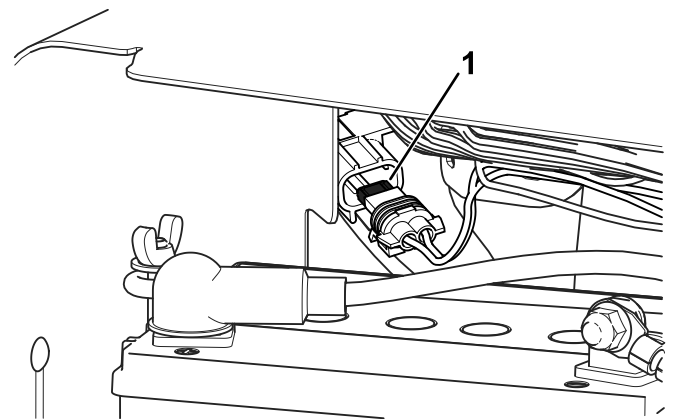

图 173
**注意** 风扇保险丝位于电池后的串联保险丝座图 173。